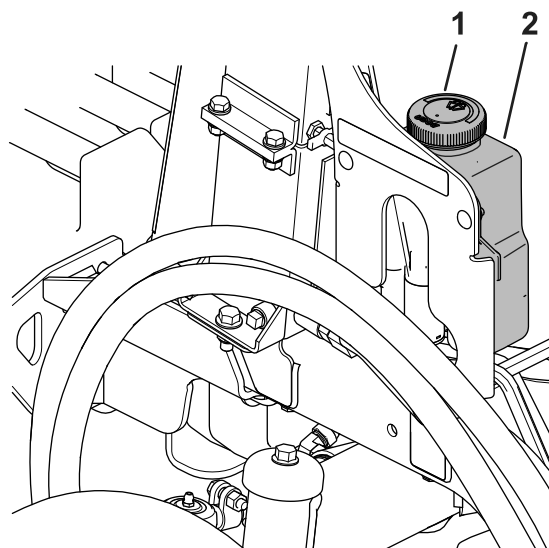

Bild 92
1. Entfernen Sie den Deckel (**Bild 92**) vom Flüssigkeitsbehälter.